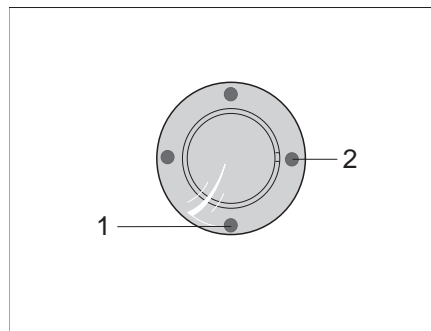
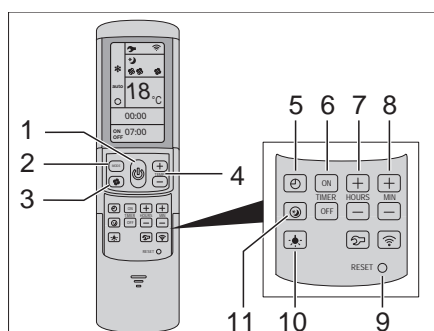

Fig. 206 Ricevitore IR/Indicatore di funzionamento
Fig. 207 Telecomando
L'impianto di climatizzazione si trova sul tetto del veicolo. Il telecomando (Fig. 207) dell'impianto di climatizzazione si trova nella zona cucina.
- L'impianto di climatizzazione è pronto a funzionare. Il LED blu (Fig. 206,1) è acceso.
- Per accendere, premere il tasto (Fig. 207,1) del telecomando. Il LED blu (Fig. 206,1) lampeggia.
- Impostare la modalità di funzionamento desiderata con il tasto MODE (Fig. 207,2).
- Se necessario, con il tasto (Fig. 207,3) impostare il livello della ventola e con i tasti (Fig. 207,4) la temperatura ambiente desiderata.
Al raggiungimento della temperatura impostata sul telecomando, il LED blu (Fig. 206,1) si spegne, il compressore si spegne e la ventola di ricircolo continua a funzionare.
- Per spegnere, premere di nuovo il tasto (Fig. 207,1) del telecomando.
- Per la programmazione, accendere l'impianto di climatizzazione con il tasto (Fig. 207,1) del telecomando.
- Con il tasto (Fig. 207,2) impostare la modalità di funzionamento desiderata e con i tasti (Fig. 207,4) la temperatura ambiente.
- Con i tasti (Fig. 207,6) selezionare l'azione desiderata:
- Con i tasti (Fig. 207,7 e 8) selezionare il tempo di commutazione desiderato (da 15 minuti a 24 ore).
- Confermare le impostazioni con il tasto "ON" o "OFF" (Fig. 207,6).